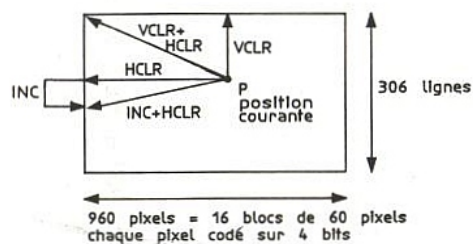

Figure 7
- HCLR, VCLR et INC trois signaux de commande des compteurs internes dont l'effet est représenté au schéma de la **figure 7**.
On remarque ainsi, de suite, l'analogie entre l'écran et l'organisation interne de la mémoire. Supposons que les compteurs de lecture soient positionnés de manière à lire le contenu de la mémoire au point P, noté position courante, **figure 7**, il est aisé de constater l'effet de chaque signal sur le contenu des compteurs ligne et pixel :
Dans le mode récursif, la mémoire fonctionne simplement comme une ligne à retard. Les signaux VCLR remettent à zéro à la fois le compteur ligne et le compteur pixel. Le schéma de la **figure 7** n'est plus valable car VCLR correspond alors à l'action simultanée de VCLR et HCLR.
Dans le mode non récursif, RM = 0, le schéma de la **figure 7** s'applique entièrement, il n'est donc pas besoin de faire de commentaires. Il existe dans ce mode quelques variantes intéressantes dues au positionnement de la broche 22.